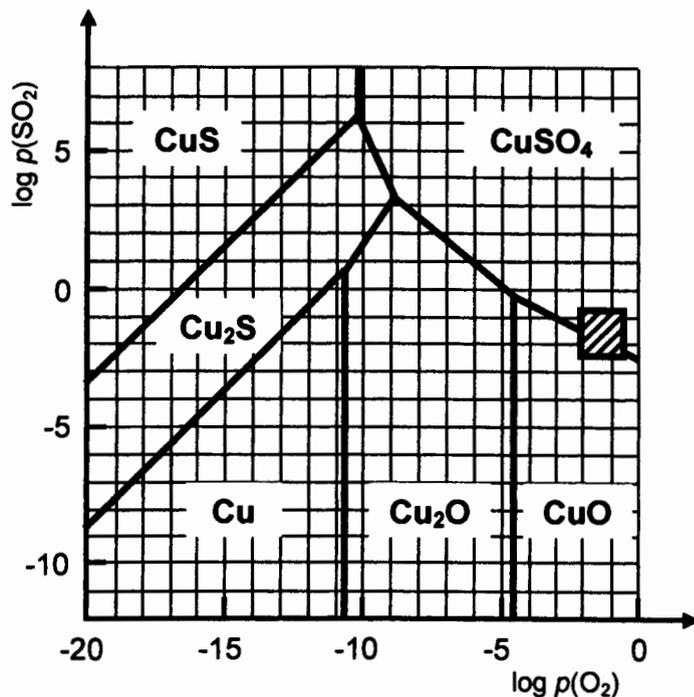

Figure c1
*Ce diagramme doit être réalisé sur le document-réponse (2) fourni avec le sujet, et doit être rendu avec la copie. Pour faciliter sa construction, sont fournis (figures c1 et c2) les diagrammes similaires établis, également à 950 K, pour les systèmes Cu-O-S et Fe-O-S.*
**A12.** Représenter sur le document-réponse (2) (sous forme de traits discontinus) les nouveaux tracés de la droite B pour les trois températures mentionnées.
Sur le document-réponse (2), comme sur les figures c1 et c2, apparaît une zone hachurée qui correspond aux domaines de variation des pressions partielles de dioxygène et de dioxyde de soufre, telles qu'elles sont rencontrées dans les fours de grillage, soit plus précisément :